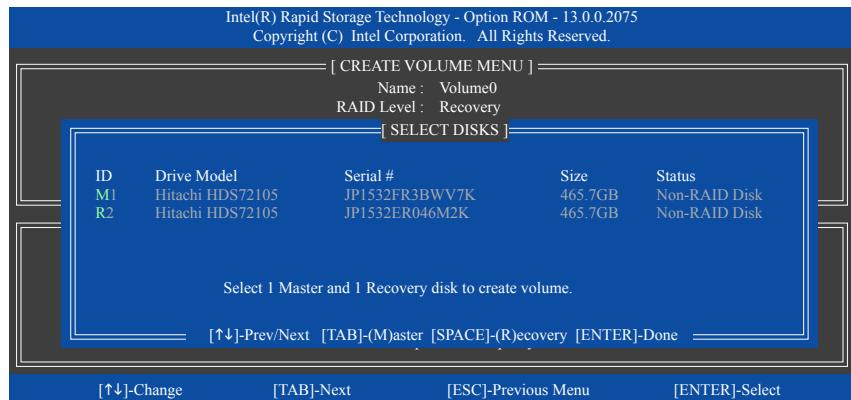

図 17
**Select Disks** アイテムの下で、<Enter>を押します。**SELECT DISKS** ボックスで、マスタードライブに対して使用するハードドライブには<Tab>を押し、リカバリドライブに対して使用するハードドライブには <Space> を押します。(リカバリドライブの容量がマスタードライブの容量より大きいことを確認してください) <Enter>を押して確認します(図 17)。